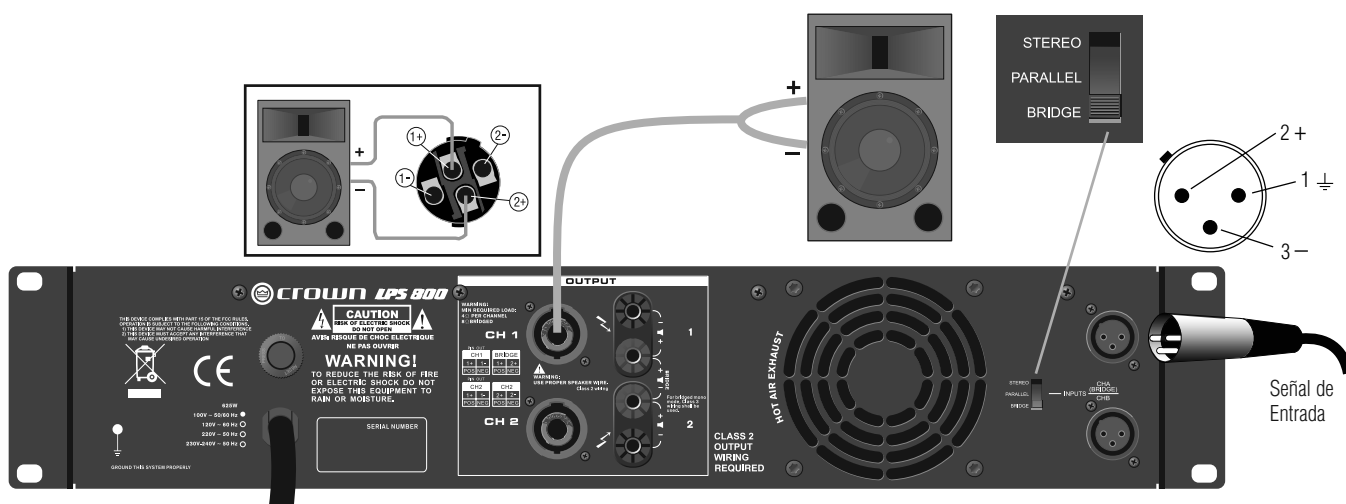

Figura 5. Cableado Mono-puente con Speakon® Conectores
1. Ver Figura 5. En el panel posterior, colocar el Botón Modo Salida en PUENTE.